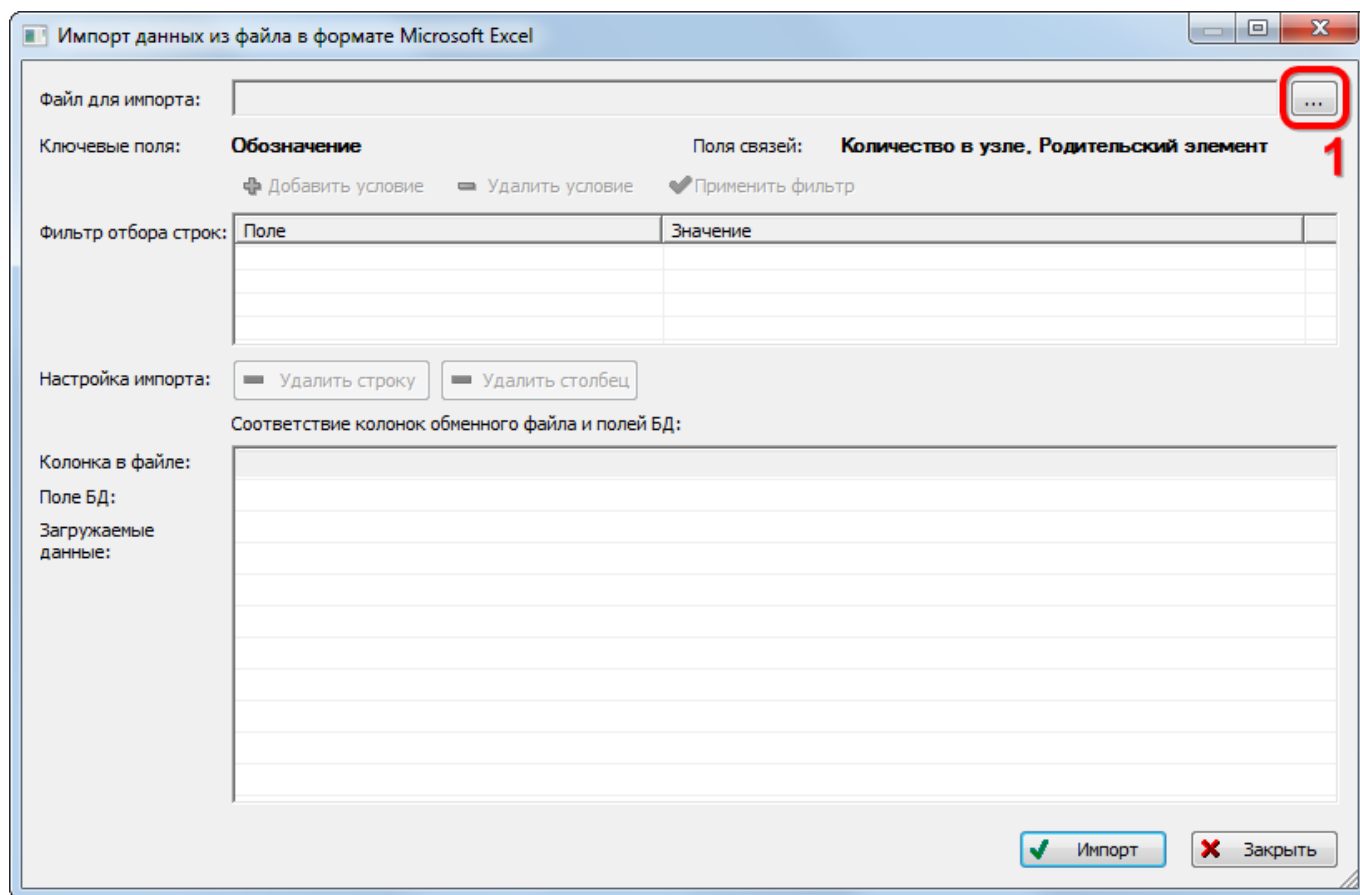

Рис. 10-88 – Окно импорта из файла Excel
В результате откроется окно «Импорт данных из файла в формате Microsoft Excel» (рис. 10-88). Описание назначения полей данного окна приведено в пункте 5.4.6 «Панель «Импорт/экспорт»», стр. 61.
3) Нажать кнопку «Выбрать файл на локальном диске» (1 на рис. 10-88). Откроется стандартное диалоговое окно «Открыть», в этом окне выбрать нужный файл и нажать кнопку «Открыть».